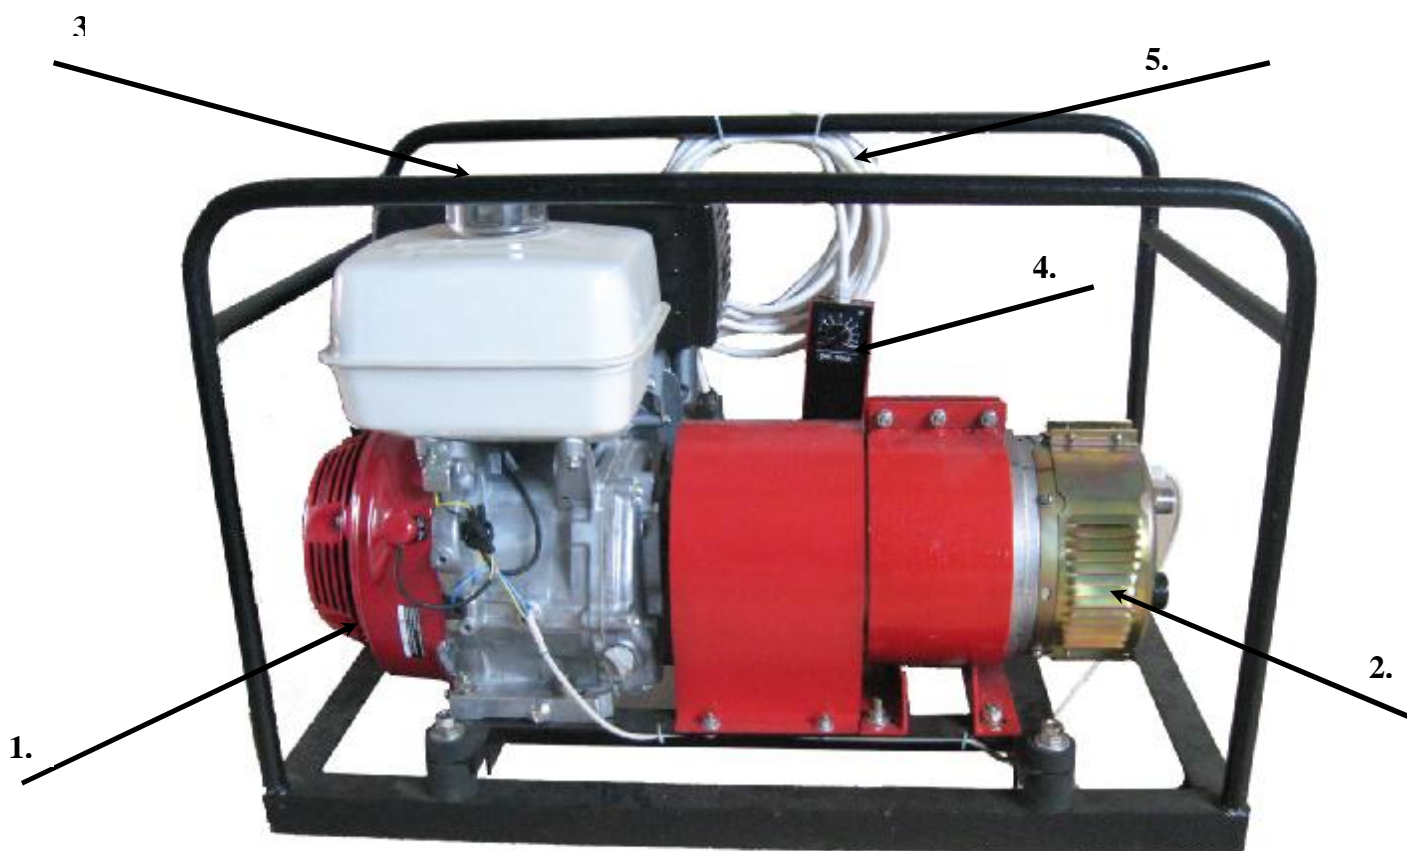

Рисунок 1. Общий вид агрегата:
3.2 Общий вид агрегата представлен на рис. 1.